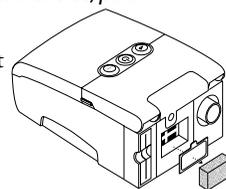

FIGURE 7-1 RETRAIT DES FILTRES
2. Retirez le(s) filtre(s) du boîtier en appuyant doucement au centre et en tirant dessus pour le(s) dégager de l'appareil, comme le montre la Figure 7-1.